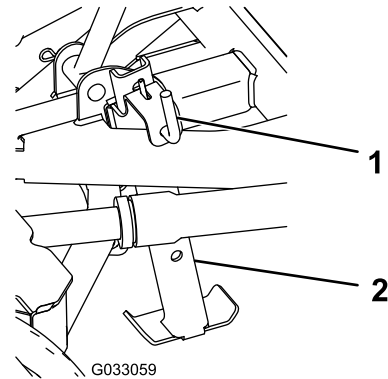

Figure 5
2. Tirez sur la goupille à ressort de la béquille et insérez la béquille dans le support de montage, puis relâchez la goupille pour bloquer la béquille en position abaissée (Figure 5).